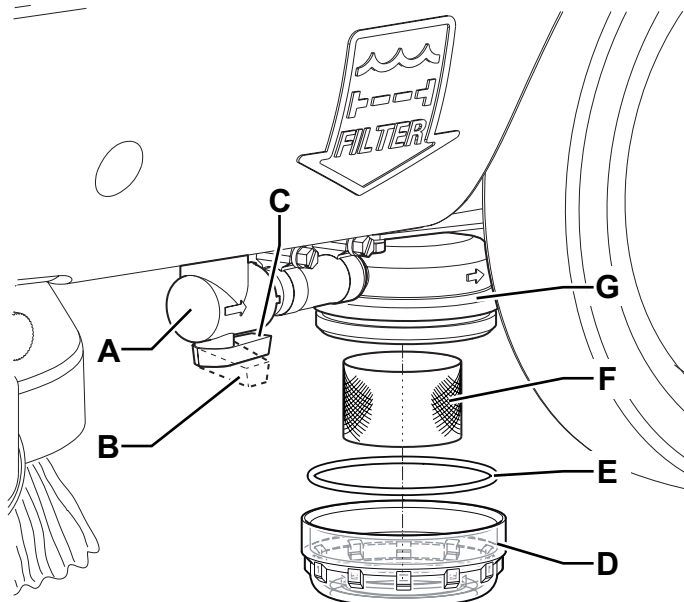

Рис. 7
2. Убедитесь, что сетевой шнур (21) отсоединен от сети электропитания.
3. Закройте кран раствора (А, Рис. 7) под машиной перед задним левым колесом.